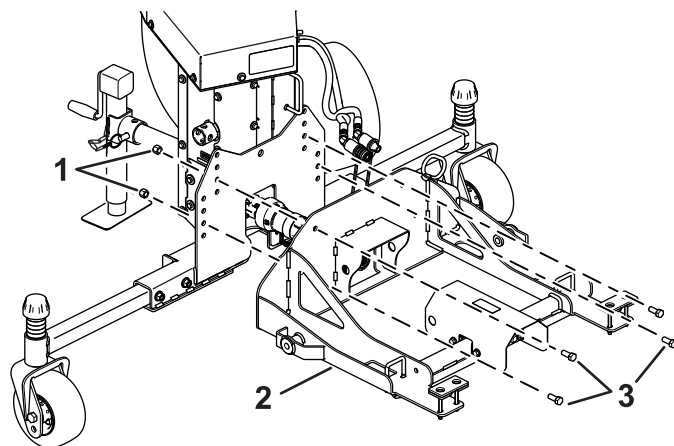

Figure 11
2. Fixez la plaque de montage sur le cadre du souffleur de débris à l'aide de 4 boulons ( $\frac{1}{2}$  x  $1\frac{1}{4}$  po) et 4 contre-écrous ( $\frac{1}{2}$  po), et accouplez l'arbre de transmission du souffleur à l'arbre cannelé sur la plaque de montage en glissant l'accouplement rapide sur l'arbre (Figure 11).